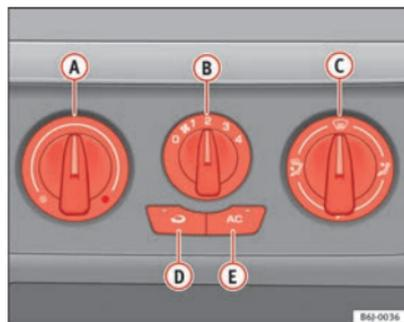

Fig. 92 Sur la planche de bord : éléments de commande du climatiseur
- Les régulateurs ⇒ fig. 92 **(A)** et **(C)** et la commande **(B)** permettent de régler la température, la distribution de l'air et la vitesse de la turbine.
- (A)** Régulateur de température ⇒ page 134
- (B)** Commande du ventilateur. Le ventilateur peut être réglé sur quatre vitesses. À faible vitesse, il est recommandé de mettre le ventilateur au minimum sur la position 1 pour améliorer l'entrée d'air frais.
- (C)** Régulateur de répartition de l'air ⇒ page 134